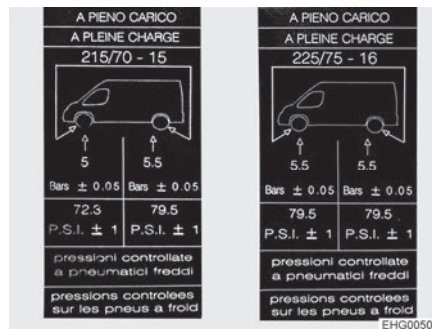

Bild 169 Hänvisningsetiketter om däcktrycket på B-stolpen (exempel)
- ▷ Hänvisningsetiketter med önskat däcktryck är fästa på insidan av B-stolpen (se Bild 169).